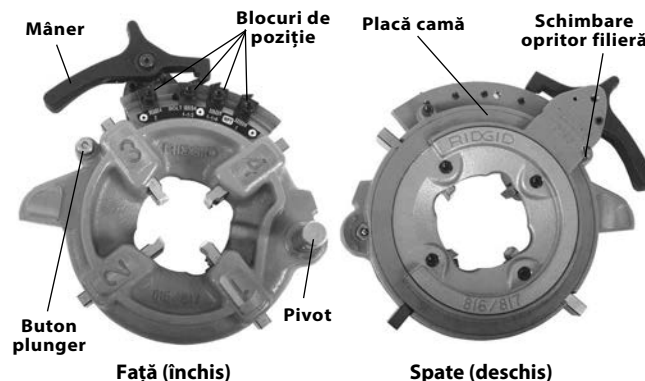

Figura 13 – Cap-filieră semiautomat
2. Apăsăți maneta astfel încât placa-camă să se așeze pe opritorul de schimbare a filierei (Figura 13). Ansamblul placă-camă manetă este tensionat de arc și se mișcă când este apăsat.